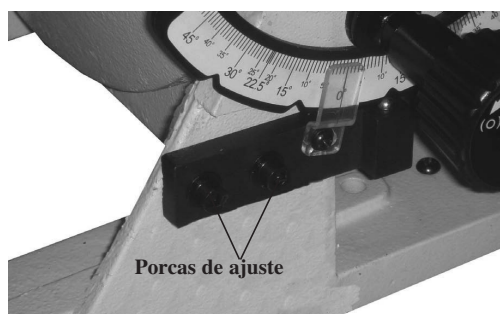

Fig. 03
2. Om justeringar behövs, flyttar du bordet så att den vilar 90 grader från bordet, och lossar på de två justeringsmuttrarna (fig. 03) på stoppskenan och flyttar skenan åt höger eller vänster för korrekt justering. När korrekt justering gjorts spänner du åt de två justeringsmuttrarna på stoppskenan.